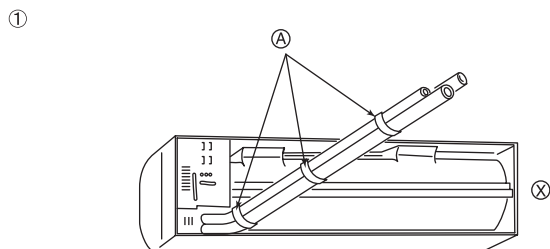

Fig. 3-4
- 1 Σωλήνες στο πίσω, δεξιό και χαμηλότερο μέρος (Fig. 3-4)